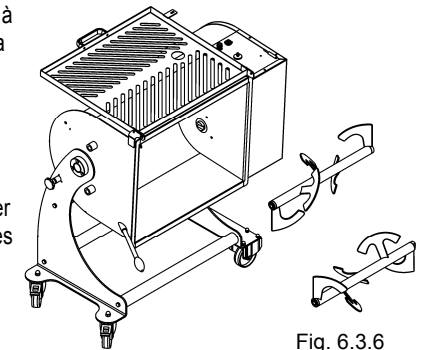

Fig. 6.3.6
- On se trouve maintenant face à une surface lisse, facile à nettoyer. Fig. 6.3.6 procéder à un nettoyage soigné de la machine et si nécessaire la désinfecter.